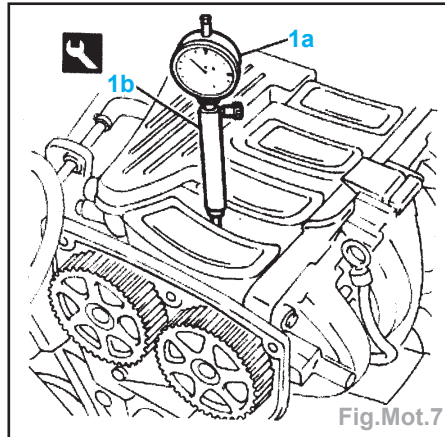

Fig.Mot.7
- Mettre en place sur le cylindre 1, le support (1b) 1 860 895 000 et son comparateur (1a), faire tourner par petit déplacement régulier jusqu'à obtenir le PMH (Fig.Mot.7).